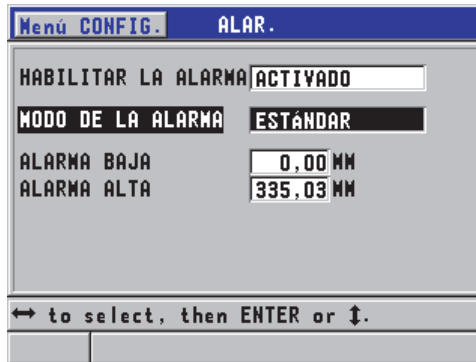

Figura 7-7 Configuración de la alarma estándar
2. En la pantalla **ALAR.** (véase la Figura 7-7 en la página 153):